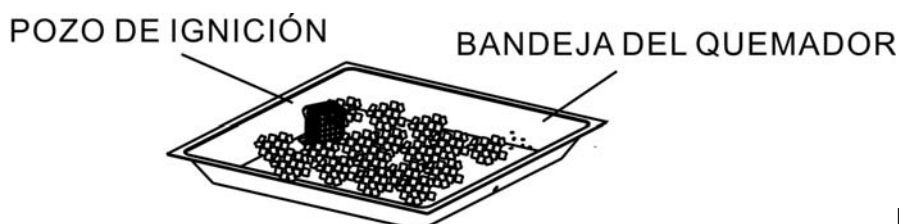

Figura 8
8. Coloque el hielo de fuego en la placa del quemador, de manera que cubra por completo el quemador. El peso del hielo de fuego es (8 kg más y menos 10%). Quite cualquier o fuego hielo que haya quedado sobre el pozo de ignición como la Figura 8.